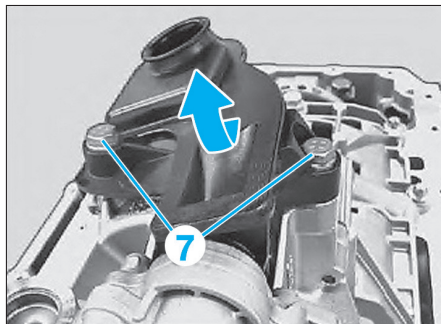

Fig. 30
- Déposer les vis (7) (Fig.30).